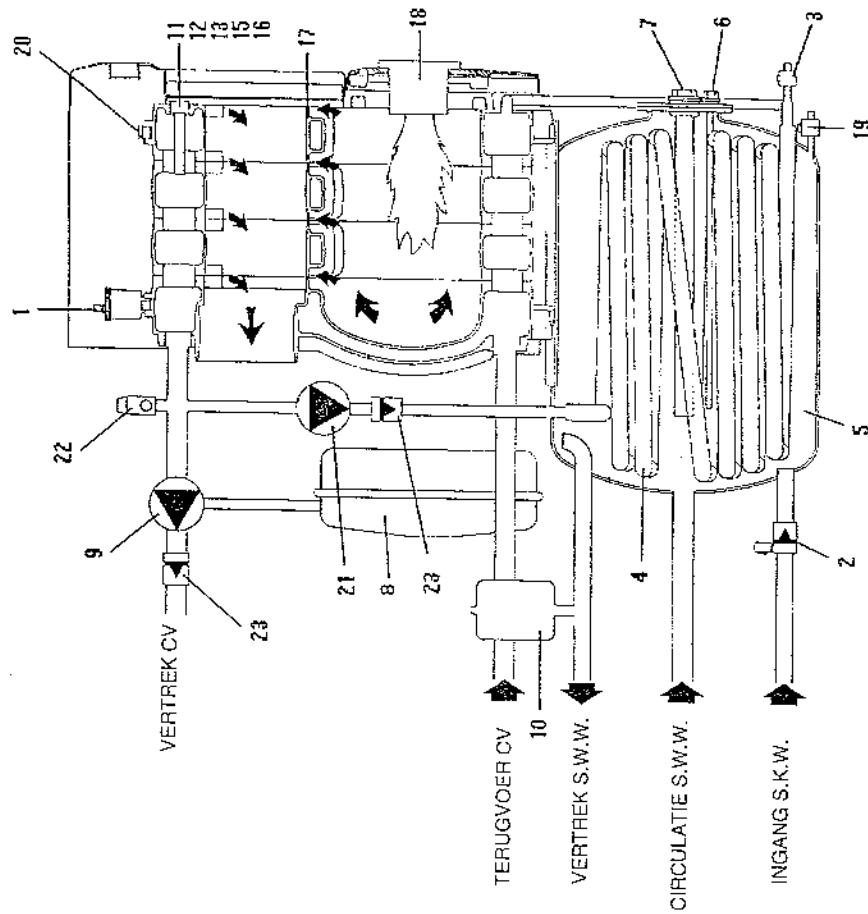

Fig. 4
2.03 Hydraulisch schema (fig. 4)